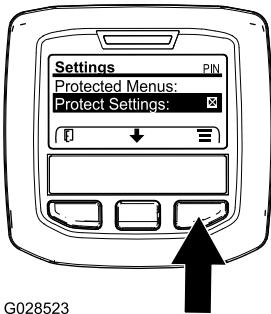

Figura 10
1. Desde el menú PRINCIPAL, utilice el botón central para desplazarse hacia abajo hasta el menú CONFIGURACIÓN y pulse el botón derecho (Figura 10).